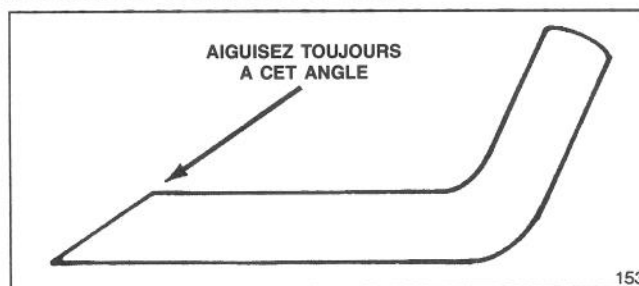

Figure 27
6. AIGUISAGE DE LA LAME—Servez-vous d'une lime pour aiguiser le bord supérieur de la lame (bord faisant face au carter de la tondeuse) et préserver l'angle de coupe initial (figure 27). La lame restera équilibrée si vous enlevez le même volume de matériau des deux bords de coupe.